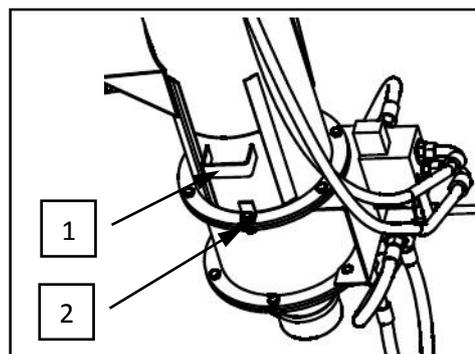

Figura 8 Punto de inspección
La limpieza se hace abriendo el punto de inspección colocado en la tubería (Figura 8).
Para abrir la salida (1), desenrosque el tornillo M8x25 (2) que conecta el pestillo. Luego, sujetando el mango tire hacia arriba. (Figura 8)